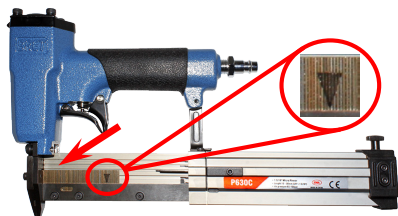

Рис. 4
- Особое внимание обратите на направление шпильки: острием в низ. Это направление обычно указывается на шпильках стрелкой (Рисунок 4).**